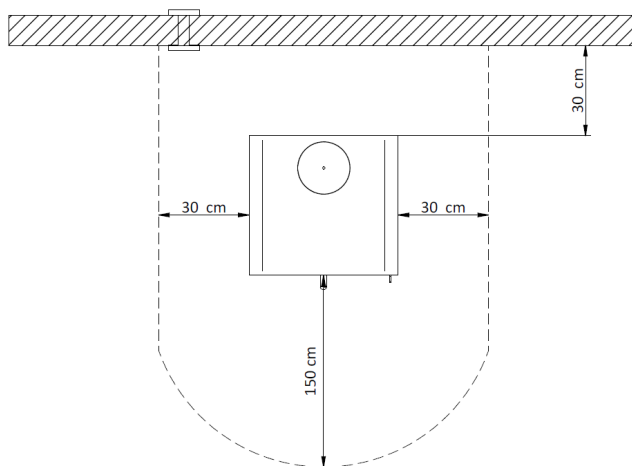

Figura 37 - Distâncias mínimas de segurança
* Na vizinhança das paredes da salamandra não devem ser utilizados materiais combustíveis. Deve respeitar uma distância de segurança de 30 cm em relação às costas, 30 cm às laterais e 150 cm na frente, Figura 37;